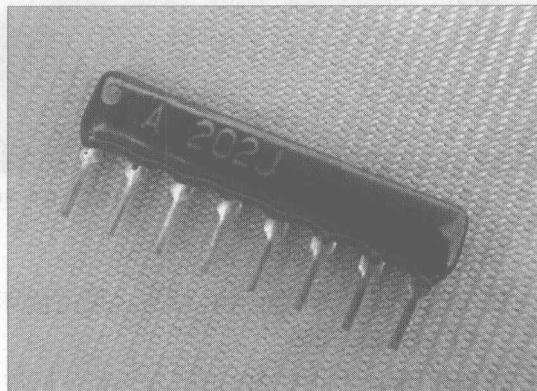

图 1-6 排电阻器的实物外形
- 排电阻器。排电阻器是一种把按一定规律排列的分立电阻器集成在一起的组合型电阻器，实物外形如图 1-6 所示。由图可知，排电阻器的引脚与其他电阻器相比较多，因此检测方法也与其他的电阻器不同。检测排电阻器的不同引脚的阻值，保持一只表笔不动，用另一只表笔分别检测排电阻的其他引脚。若所测阻值与第一次所测阻值相同，则该排电阻器正常；若其中任何一个阻值为无穷大，则该排电阻器已受损。